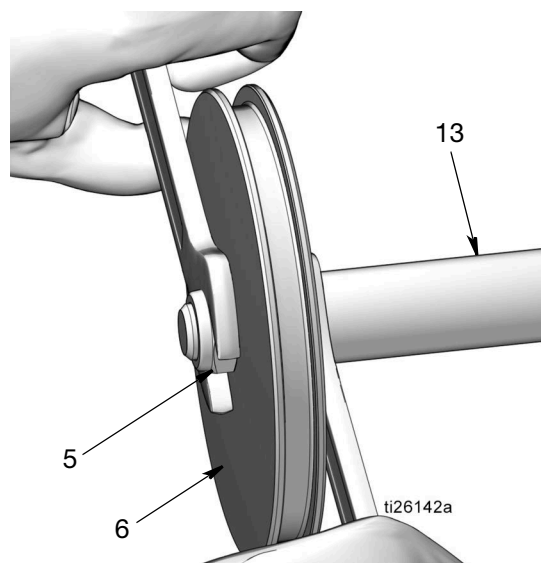

FIG. 49
- Monter l'écrou (5) sur l'extrémité de la tige de piston (13). Tourner deux clés dans le sens opposé l'une de l'autre pour serrer l'écrou. Poser une clé à fourche sur les méplats de la tige de piston ; la seconde clé est utilisée pour serrer l'écrou (5) comme indiqué à la Fig. 49.